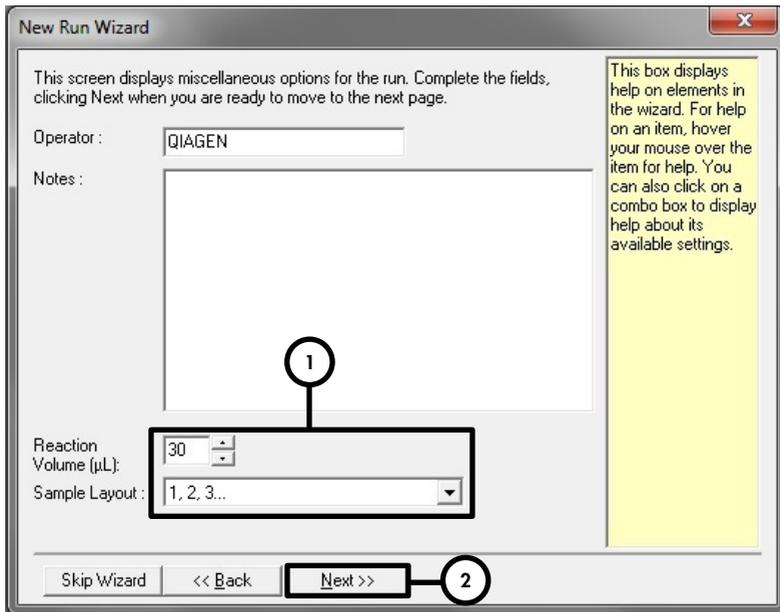

Abbildung 3: Einstellen allgemeiner Assay-Parameter.
8. Wählen Sie als PCR-Reaktionsvolumen **30** und klicken Sie auf **Next** (Weiter) (Abb. 3).